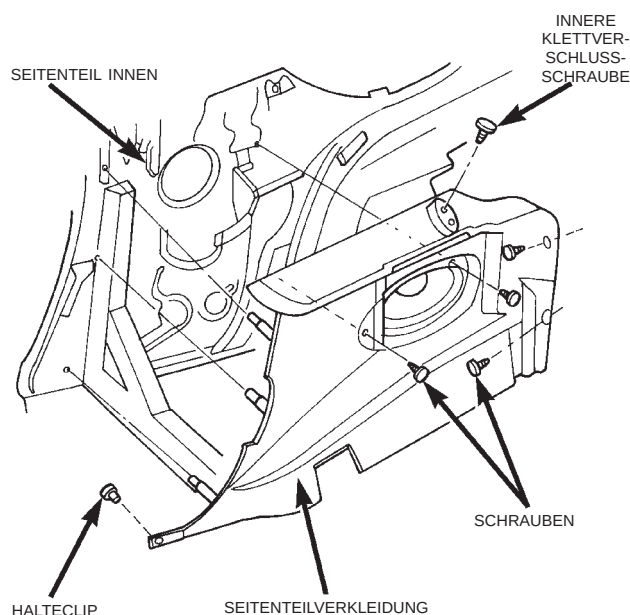

Abb. 61 Seitenteilverkleidung
- (6) Die vertikalen Schrauben und die innere Klettverschlußschraube lösen, mit der die Seitenteilverkleidung am Seitenteil befestigt ist (Abb. 61).
- (7) Schrauben lösen, mit denen die Seitenteilverkleidung durch die Lautsprecheröffnung am Seitenteil befestigt ist.
- (8) Schrauben lösen, mit denen die Seitenteilverkleidung auf der Rückseite der Verkleidung am Seitenteil befestigt ist.
- (9) Halteclips lösen, mit denen die Seitenteilverkleidung vorn am Seitenteil befestigt ist.
- (10) Verkleidung vom Seitenteil abnehmen und Steckverbinder vom Lautsprecher abklemmen.
- (11) Seitenteilverkleidung aus dem Fahrzeug nehmen.